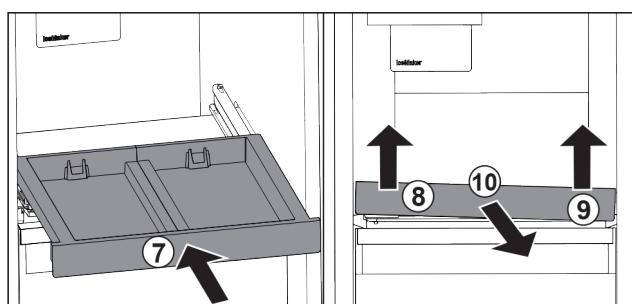

Fig. 27
- Zasuňte vyťahovaciu poličku. Fig. 27 (7)
- Nadvhnite vyťahovaciu poličku vpred uľavo. Fig. 27 (8)
- Nadvhnite vyťahovaciu poličku vpred uľavo. Fig. 27 (9)
- Odoberte vyťahovaciu poličku dopredu. Fig. 27 (10)